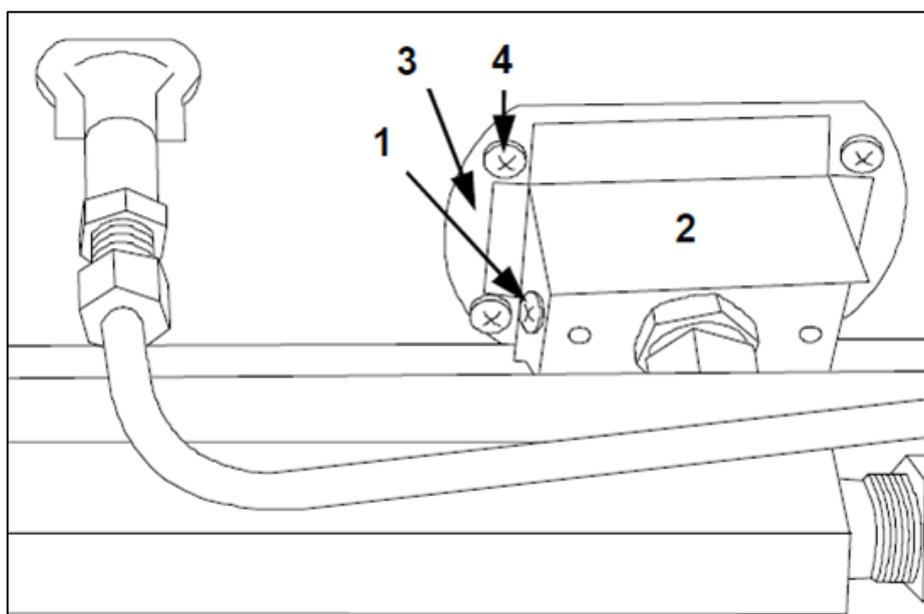

FIG.16
- Quitar el registro aire quemador (FIG.16-Ref.2) destornillando el tornillo (FIG.16-Ref.1) y aflojándolo lateralmente;
- Destornillando los 4 tornillos (FIG.16-Ref.4) aflojar el quemador (FIG.16-Ref.3) y sustituirlo;